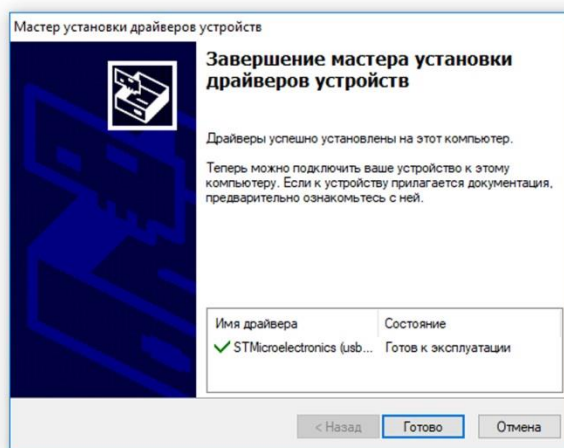

Рисунок A1.8 – Сообщение мастера установки драйверов
1.7. Завершив установку виртуального порта *STMicroelectronics (usbser) Ports* мастер установки сообщит пользователю, что виртуальный COM порт установлен и готов к эксплуатации. Нажмите кнопку **Готово** для выхода из мастера установки драйверов устройств (Рисунок A1.8).